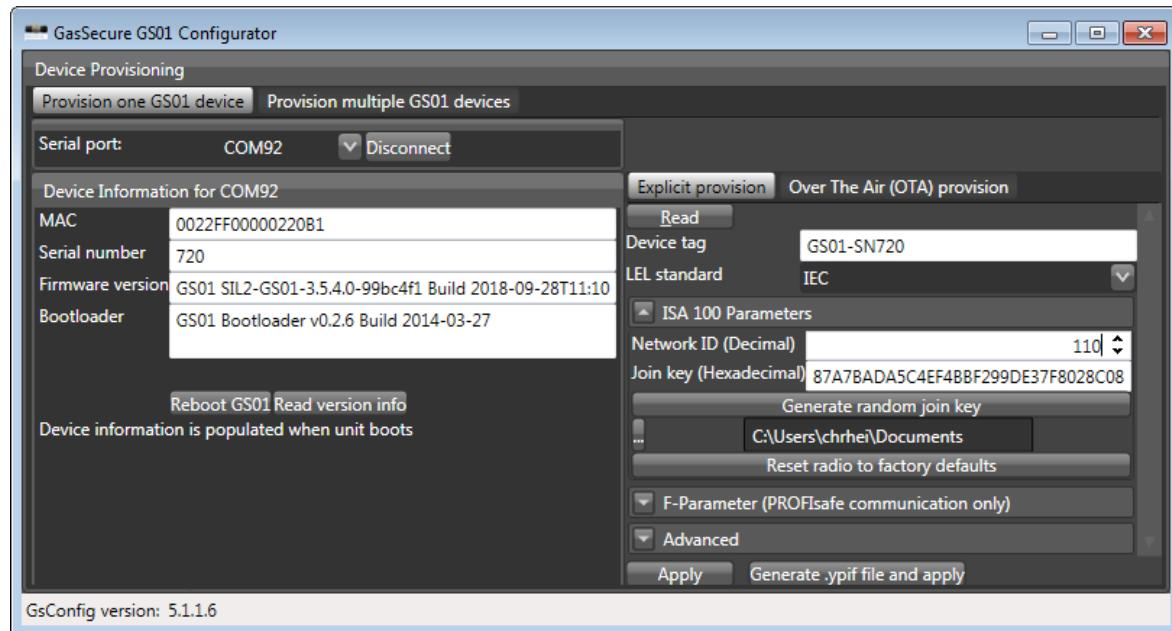

图 3-1: GS01 配置器
- b) 运行 GS01 配置器并选择正确的 COM 端口。保留默认模式“Provision one GS01 device”（配置一台 GS01 设备）。按“Connect”（连接）按钮并验证设备信息是否显示，请参阅图 3-1。如果设备信息未自动显示，请按“Read version info”（读取版本信息）按钮。按“Read”（读取）按钮，以便显示设备的当前配置状态。保持“明确规定”。
- c) 输入设备标签5和所需的十进制格式网络 ID6，请见图 3-1。
- b) 运行 GS01 配置器并选择正确的 COM 端口。保留默认模式“Provision one GS01 device”（配置一台 GS01 设备）。按“Connect”（连接）按钮并验证设备信息是否显示，请参阅图 3-1。如果设备信息未自动显示，请按“Read version info”（读取版本信息）按钮。按“Read”（读取）按钮，以便显示设备的当前配置状态。选择“无线电 (OTA) 规定”。